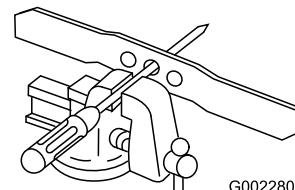

Figura 26
1. Compruebe el equilibrio de la cuchilla colocando el taladro central de la cuchilla sobre un clavo o el palo de un destornillador fijado horizontalmente en un torno de banco (Figura 26).